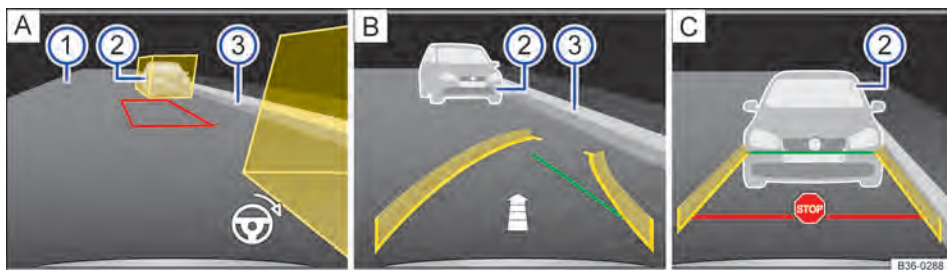

Fig. 206 Exibição do display da câmera de marcha à ré: entrar na vaga com o modo 2.
Legenda para Fig. 206:
6.	Posicionar o veículo a uma distância de aproximadamente 1 metro paralelamente à fila de estacionamento, de modo que as caixas de auxílio exibidas reconheçam todos os obstáculos → Fig. 206 ② [A] . Não pode haver obstáculos na área entre as caixas de auxílio.
9.	Girar o volante até que o trapézio vermelho se movimente entre as caixas de auxílio e até a moldura ficar verde. Manter o volante nesta posição. O símbolo de volante na margem inferior direita da imagem → Fig. 206 [A] indica ao condutor o movimento do volante necessário durante todo o processo de estacionamento.
10.	Conduzir para trás vagarosamente sem girar o volante até que seja exibido o símbolo para parar. OU: até que a guia lateral verde curva coincida com o limite lateral da vaga de estacionamento, por exemplo, meio-fio ③. Uma seta → Fig. 206 [B] indica, dependendo da quantidade de segmentos representados, o trecho para trás que ainda deve ser conduzido.
Conduzir mais para trás vagarosamente até que seja exibido o símbolo para parar → Fig. 206  .